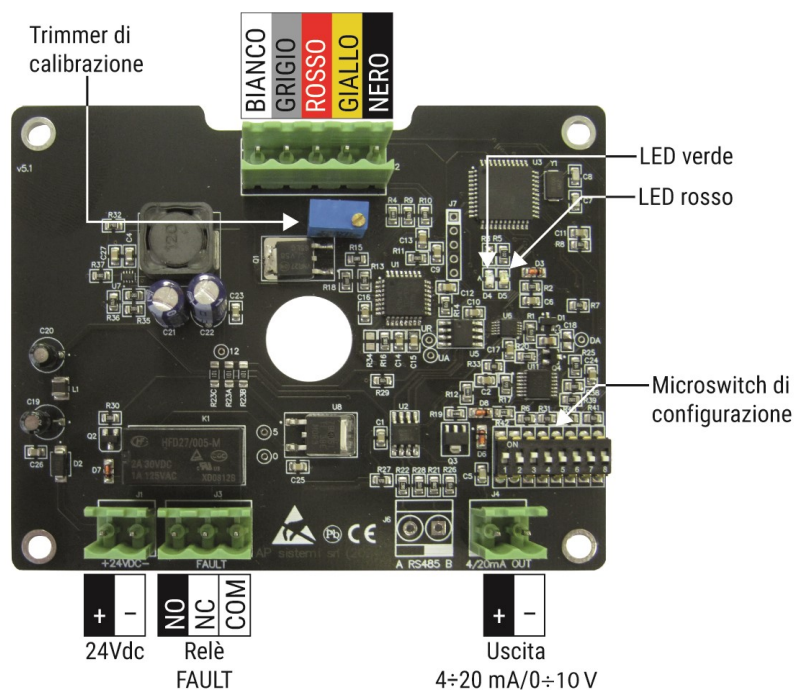

Figura 1
I componenti principali rimangono facilmente accessibili e leggibili (vedi figura 1)
- intervenire sul trimmer di calibrazione (vedi figura 1 di pag. 5) fino a raggiungere il valore di 20.96 %O₂